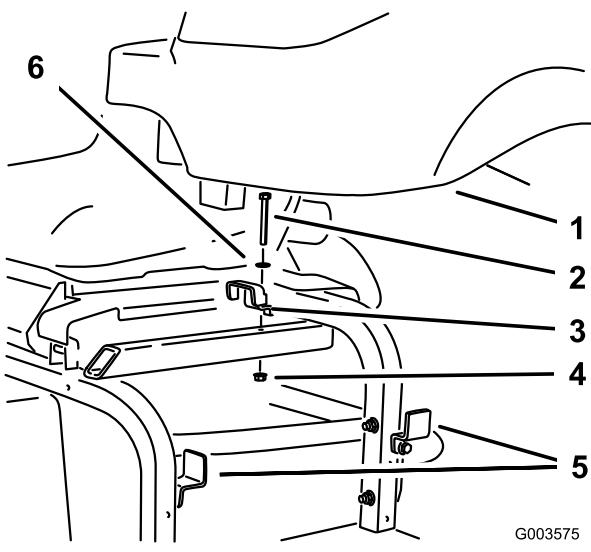

Figura 23
2. Instale el depósito hidráulico en el bastidor y sujetelo con los 3 soportes que retiró y aflojó anteriormente (Figura 23).